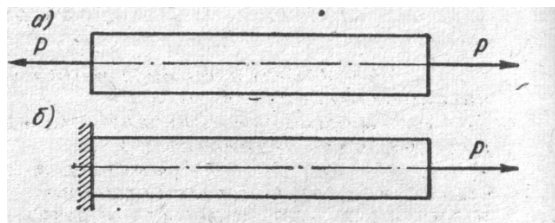

Рис. 3.
1. Различаются ли внутренние силовые факторы в поперечных сечениях, показанных на рис. 3, а и б?
- А. Продольная сила для стержня на рис. 3, а в два раза больше.